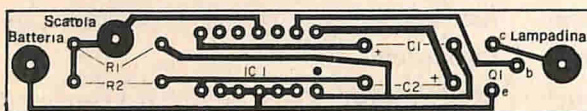

Fig. 2 - Circuito stampato del modulatore in grandezza naturale: per le sue ridotte dimensioni, esso entra comodamente nella scatola della torcia.
Come si vede nella *fig. 2*, occorre fare solo tre collegamenti esterni al circuito stampa-
**Fig. 2 - Il circuito oscillatore con lampadina al neon** è composto solo da un alimentatore, da un resistore limitatore di corrente, da un condensatore da caricare e da una lampadina al neon. Il resistore deve avere un valore di circa 100 kΩ.
Quando un condensatore si carica e si scarica ad una frequenza determinata, può essere usato in un circuito denominato "oscillatore a rilassamento". Una lampadina al neon, un resistore ed un condensatore di tempo formano uno dei più semplici oscillatori a rilassamento (ved. *fig. 2*).